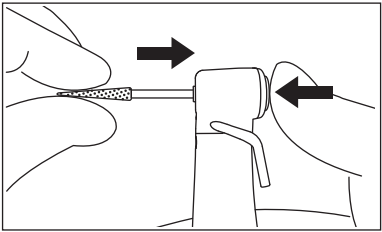

Рис. 4
- 2) Удерживая нажатой кнопку на головке наконечника, вставьте бор в зажим наконечника до упора. (Рис. 4)